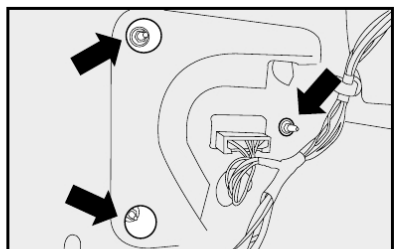

fig. 15
- 2) Usando uma chave em "L", retirar os parafusos e arruelas indicados pelas setas **fig. 15**.